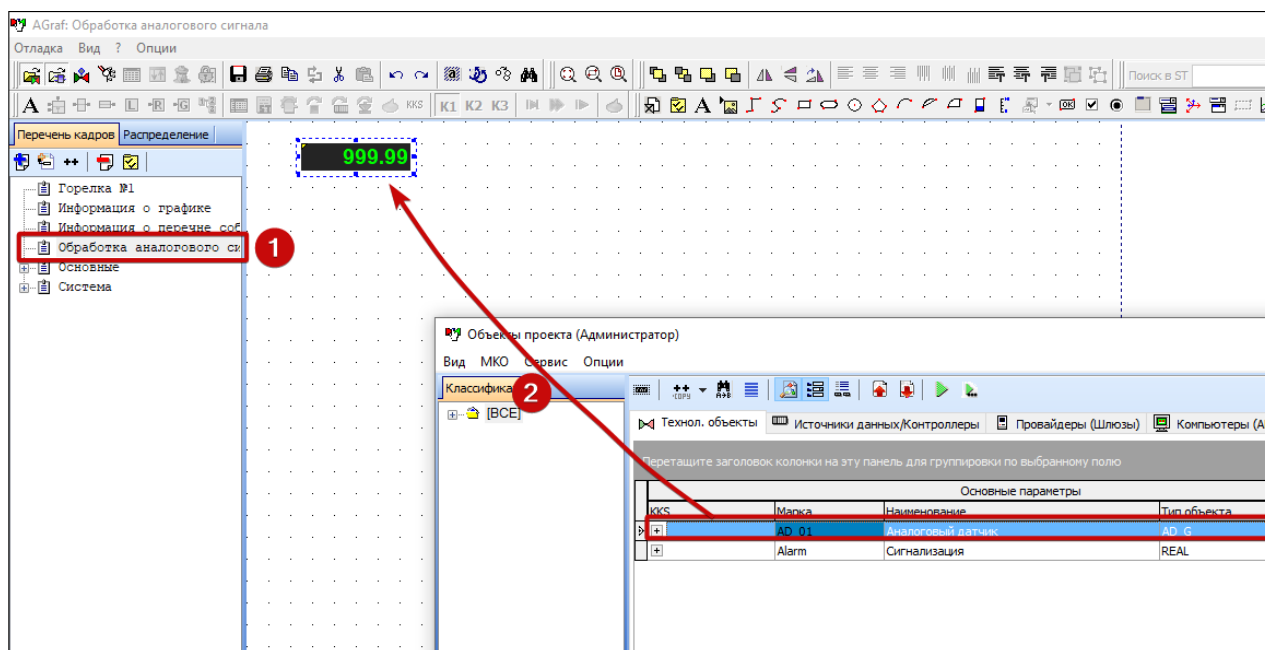

Рисунок 11.2. Добавление объекта на кадр
- 4) Откройте созданный кадр двойным щелчком мыши (рис. 11.2 [1]).
- путем перетаскивания технологического объекта из окна Объекты проекта (для новых пользователей данный способ наиболее предпочтительный) (рис. 11.2 [2]).